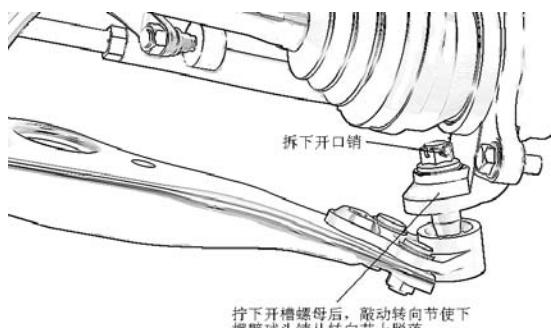

图 5.1-14
(1) 下摆臂总成的拆卸
- ① 旋转转向盘以便移动相应前轮至最小侧位置。
- ② 如图 5.1-14 所示, 从球头螺柱上拆卸开口销。拆下开槽螺母, 敲动转向节使下摆臂球头销从转向节上脱落。